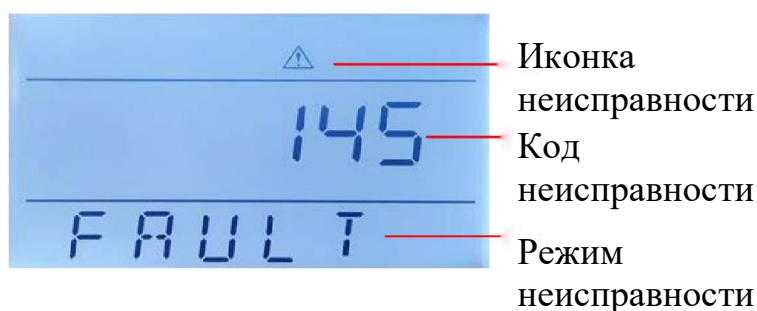

Рисунок 20 – Код неисправности
10.2 Если ИБП подает сигнал тревоги и звучит зуммер (рисунок 20), нажать «▶», чтобы получить код тревоги в меню кода тревоги на ЖК-дисплее. Нажать и удерживать «▶», чтобы вручную устранить неисправность. Если аварийные сигналы все еще существуют, проверить проблему, следуя таблице 17.